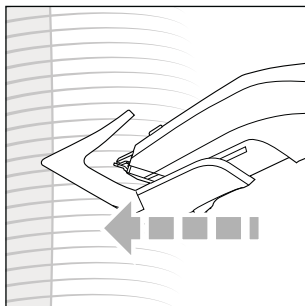

Fig. 7
- 2) Sujete el aparato de forma que el accesorio con peine **10/11** o el cabezal de corte **1** estén colocados de la forma más recta posible en relación con la cabeza y la cuchilla apunte en dirección al cuero cabelludo (consulte la fig. 7). Desplace el aparato de forma uniforme y en una sola dirección por el cabello para evitar que el pelo se enganche en el cabezal de corte **1**.